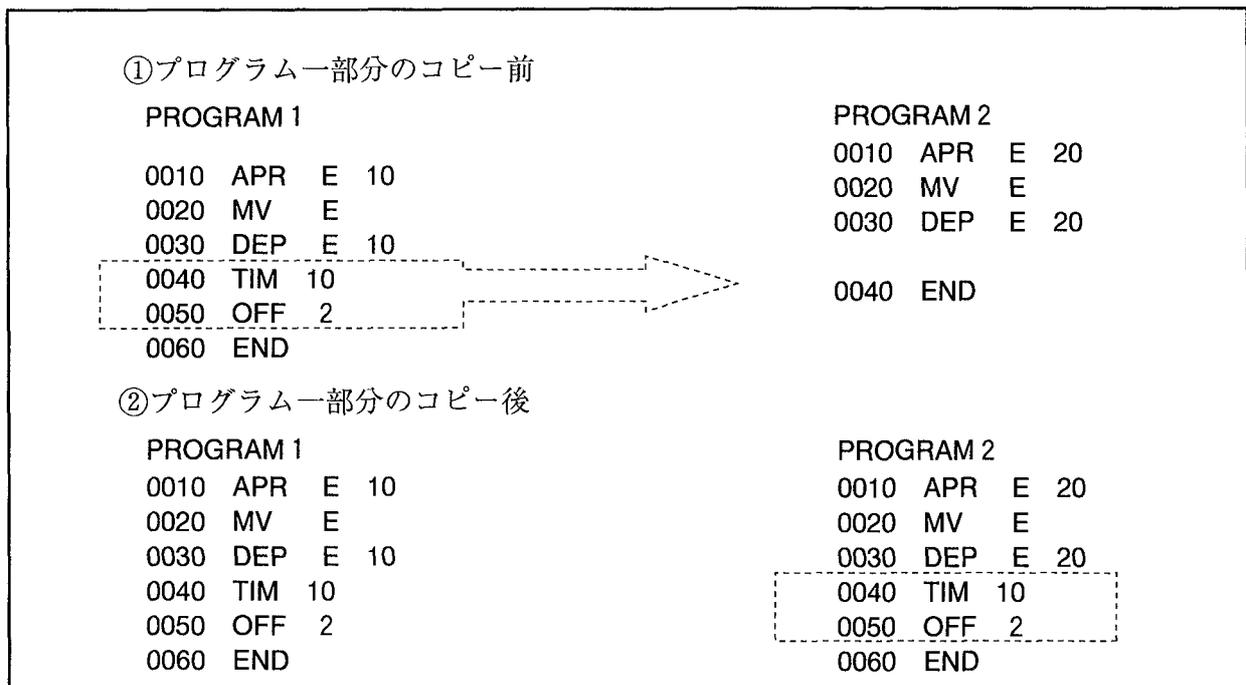

図7-3 PROGRAM1の一部分をPROGRAM2へ挿入コピーする例
- 9.2 プログラム一部分の挿入コピー例 PROGRAM1の一部分をPROGRAM2へ挿入コピーする例を図7-3に示します。